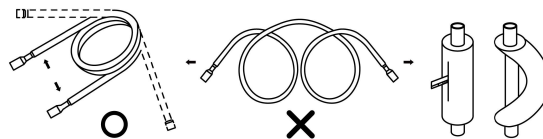

рис. 11
- (2) Не сгибайте трубу более чем на 90°.
- (3) Если трубу многократно сгибать и разгибать, она станет твердой. Поэтому не сгибайте трубу более трех раз в одном месте.
- (4) В случае, если изгиб приводит к образованию трещин на трубе, сначала надрежьте изолирующий слой, как показано на рис.11. Когда гибка будет завершена, оберните трубу изоляционным слоем, и закрепите его клейкой лентой.